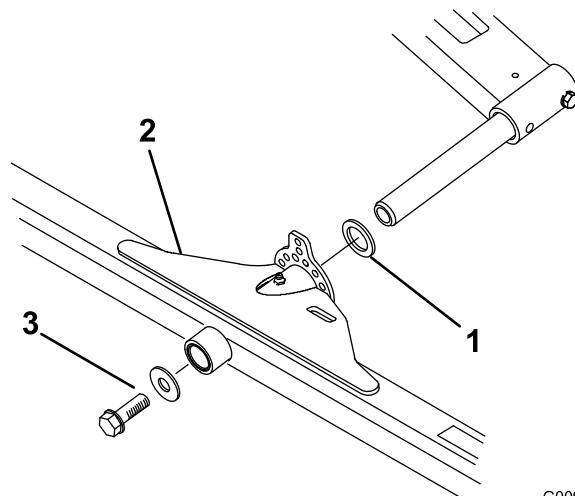

Bild 9
1. Schieben Sie eine Druckscheibe auf die Gelenkstange des Hubarms (Bild 9).